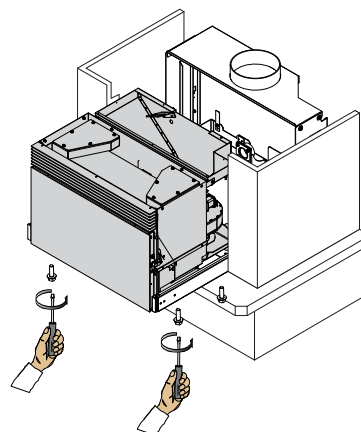

fig. 6.1.11
- 11) Remonter les boulons de fixation précédemment retirés sur le point 6.1.5 (Fig. 6.1.11)